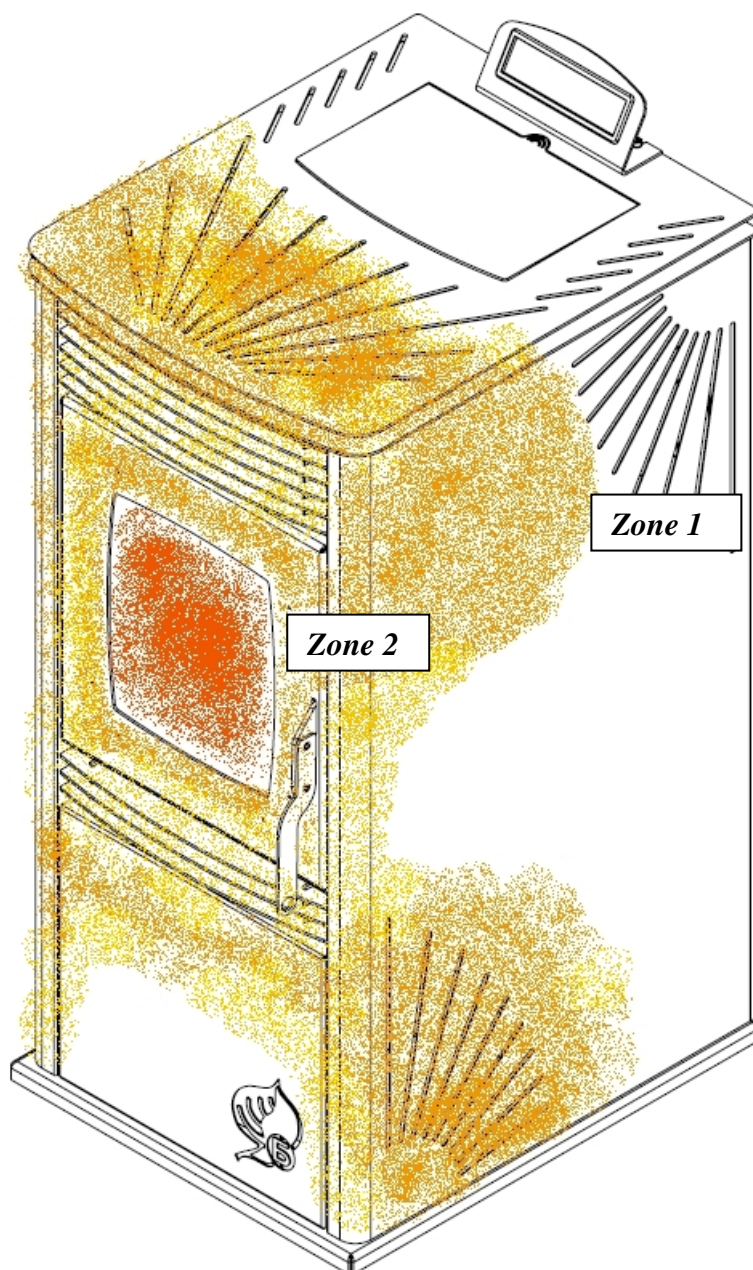

Figure 4.1. Vue d'extérieur du poêle automatique à pellets "Pony PS9" où sont présentées les zones à haute température. La température dans ces zones...
- Pendant le fonctionnement du poêle les parties extérieures et la porte vitrée ou d'autres éléments sont chauffés à haute température (voir figure 4.1). Par conséquent, il faut prendre soin de ne pas toucher ses surfaces et si nécessaire d'utiliser des équipements de protection lors du contact ;